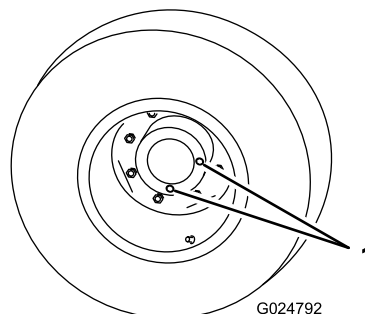

Figura 66
1. Con la macchina parcheggiata su una superficie piana, posizionate la ruota in modo che 1 dei tappi di controllo si trovi nella posizione inferiore (ore 6i) (Figura 66).